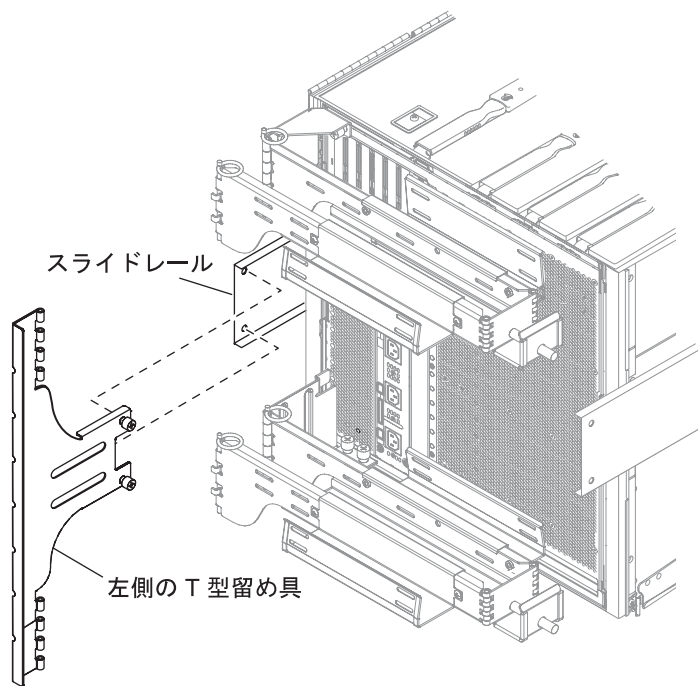

図 1-21 左側の T 型留め具の取り付け
7. 2本の脱落防止機構付きねじを使用して、左側のT型留め具を左側のスライドレールに固定します(図 1-21)。